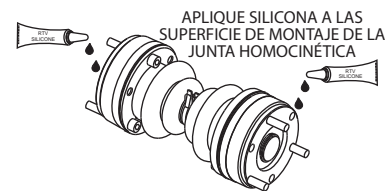

Figura 18. Aplicación de silicona RTV
14. Aplique una capa fina de silicona RTV (Figura 18) en las superficies de contacto del conjunto de eje homocinético.